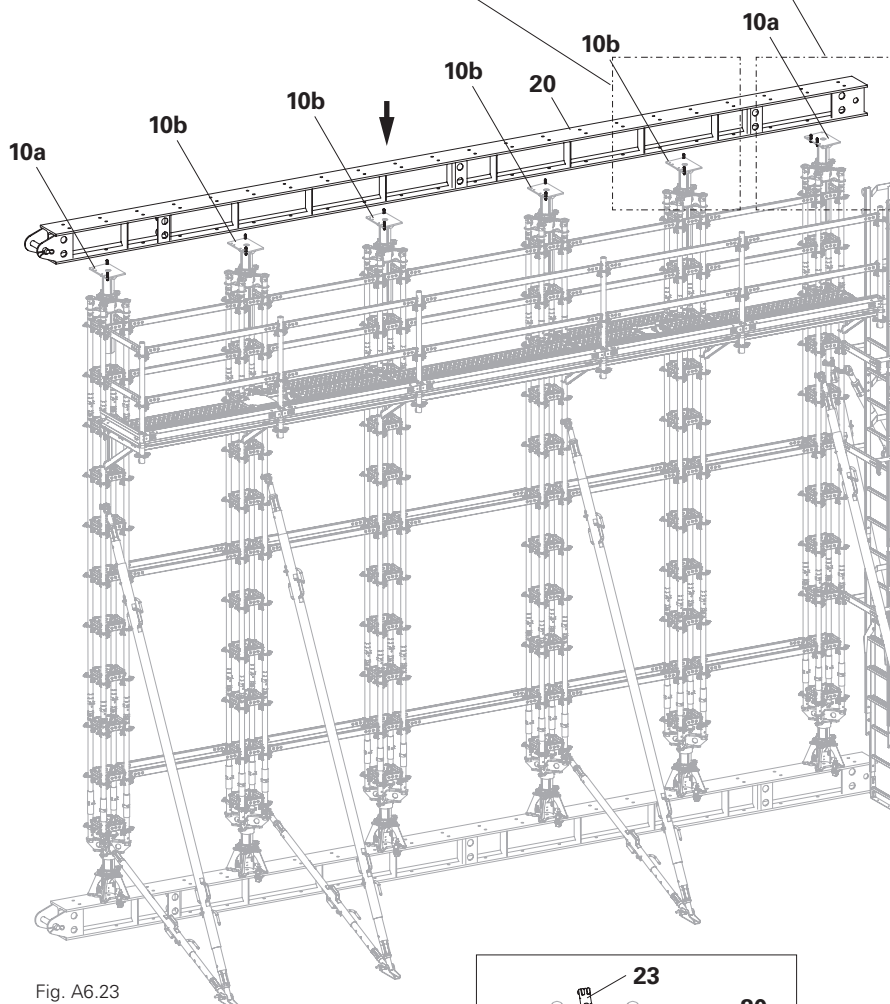

Fig. A6.23
2. Appoggiare la trave di orditura HDT sui puntelli primari (**10a**). (Fig. A6.23)